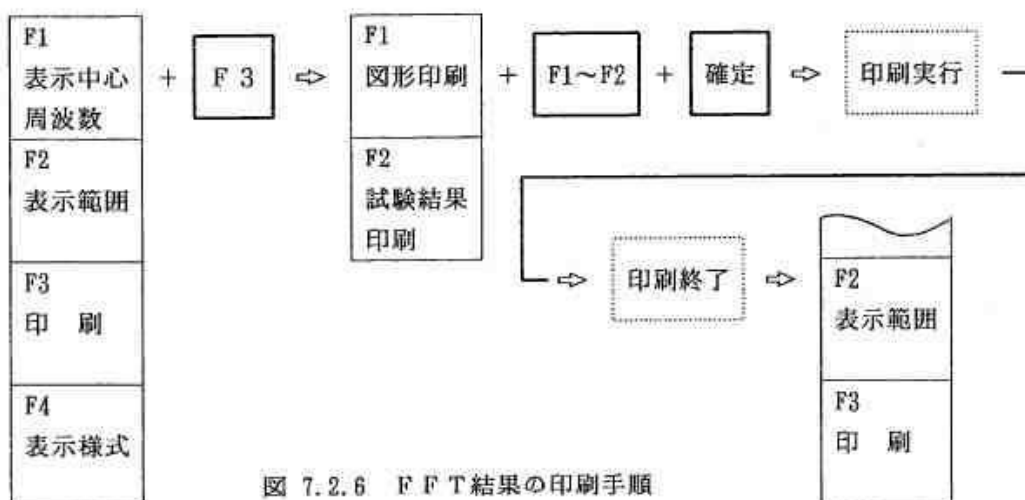

図 7.2.6 F F T 結果の印刷手順
- ⑧ [F F T 実行] 次に確定キーを1回押します。周波数分析が実行され、F F T 結果が表示されると共に、メニューエリアには表示中心周波数、表示範囲、印刷及び表示様式の選択メニューが表示されます。もし、確定キーを押す前に他の様式を選択する必要が生じた際は、選択キー [F 4] 1回押して下さい。再度メニューエリアには表示様式の選択メニューが表示されます。そこで再度⑦の手順で、所定の表示様式を選択して下さい。
- ⑨ [F F T 結果の印刷] F F T の実行に続いて、この周波数分析の結果を印刷するときは、図 7.2.6 のにおいて、選択キー [F 3] を1回押します。